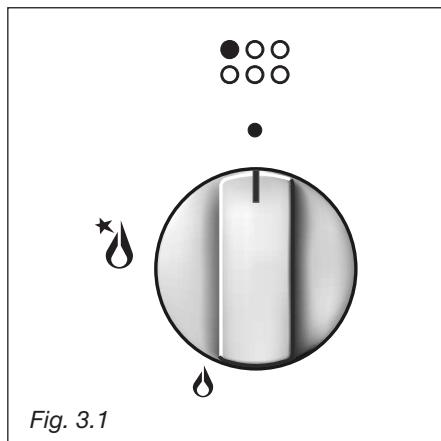
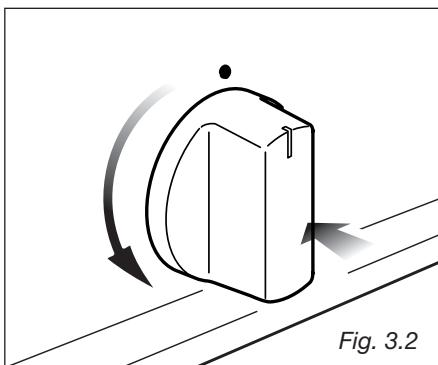

Fig. 3.1
Fig. 3.2
La entrada de gas en los quemadores esta regulada por las empuñaduras de la fig. 3.1.
- 1 - Gire el botón del grifo en sentido antihorario (fig. 3.2), hasta la capacidad máxima (llama grande fig. 3.1), y manténgalo presionado, se obtendrá la activación del encendido. Si falta corriente eléctrica, acerque una llama al quemador.